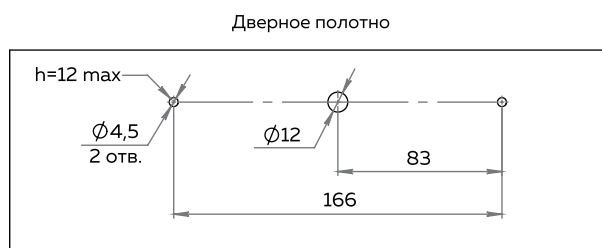

Рисунок 7
- 4** В дверном полотне подготовить отверстия для крепления ответной планки **3** (см. рис. 7).